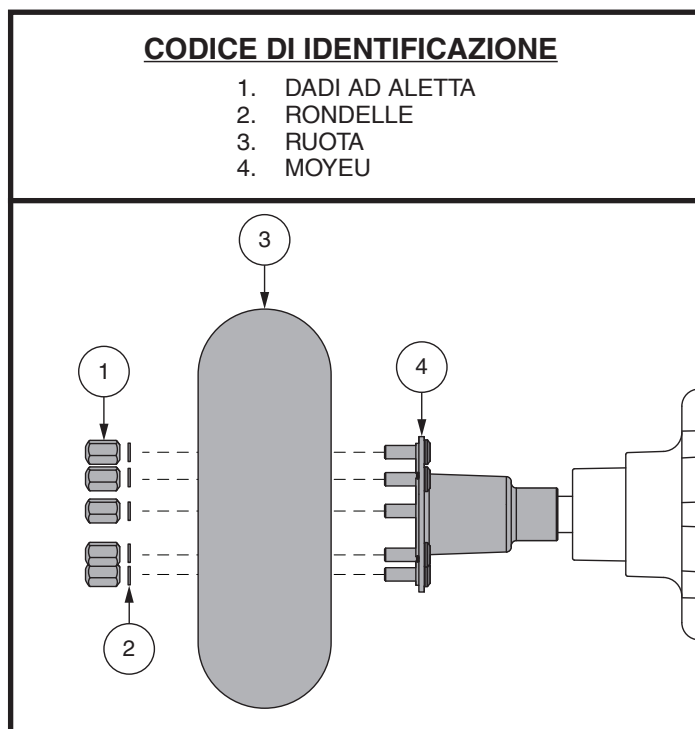

Figura 26. Ruota motrice smontata
3. Rimuovere i dadi ad aletta e rondelle. **Vedere figura 26.**